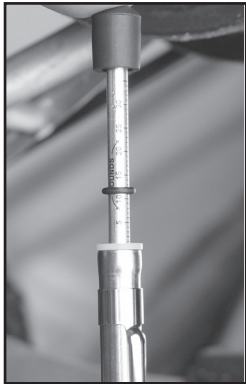

Figure 5
- a. Le joint torique B indique la tension de votre chenille en livres et en kilogrammes (figure 5). La mesure optimale en livres et/ou en kilogrammes figure dans votre guide d'utilisation.